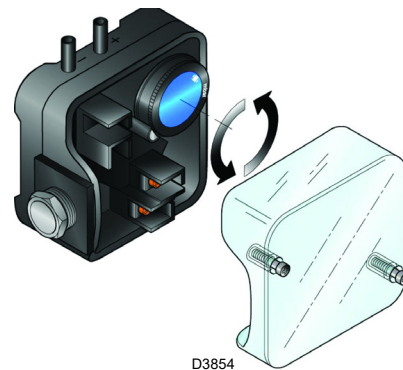

Abb. 26
- Stellen Sie den Luftdruckwächter auf den Skalenanfang ein (Abb. 26).